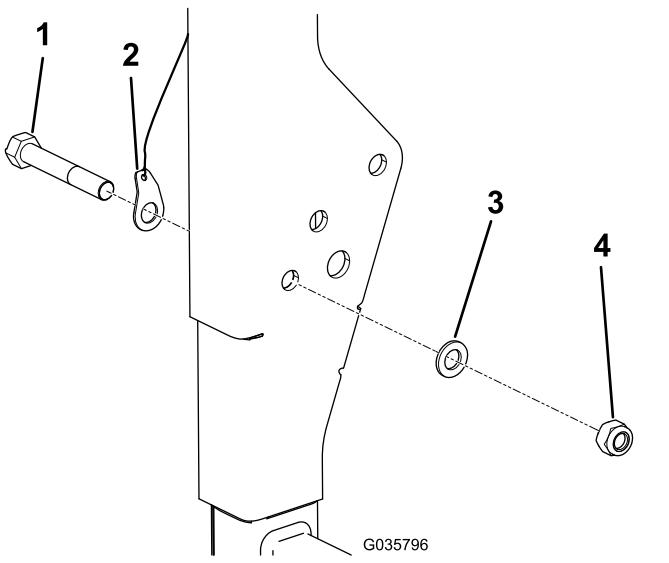

Figure 7
2. Du même côté du système ROPS que celui sur lequel vous prévoyez de monter le kit, retirez l'écrou, le boulon et la rondelle, et mettez au rebut l'écrou et le boulon ; voir Figure 7.